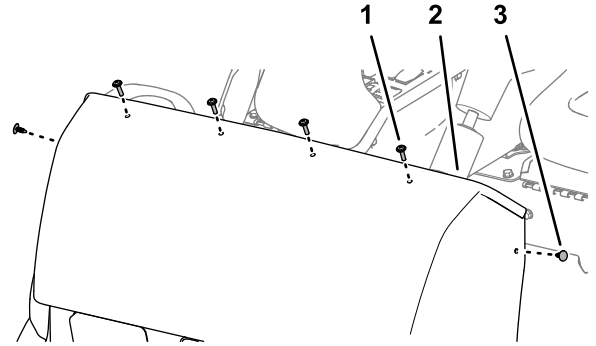

Figura 23
5. Retire los 4 tornillos Phillips de cabeza troncocónica (1/4" x 1") que sujetan el capó al soporte del salpicadero (Figura 23).
6. Retire las 2 grapas que sujetan el capó al soporte del salpicadero (Figura 23).